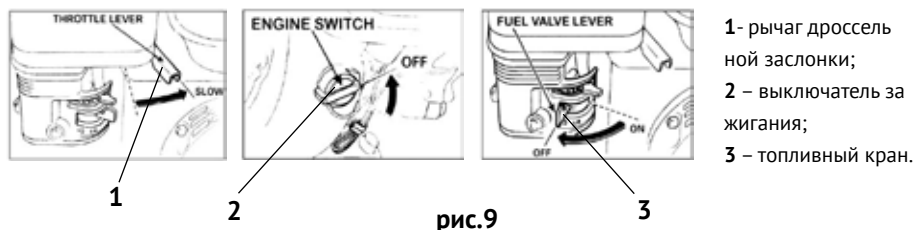

рис.9
4.3 Останов двигателя см. рис.9:
- передвиньте рычаг управления дроссельной заслонкой (рис.9 поз.1) в положение SLOW (медленно);
- переведите выключатель зажигания (рис.9 поз.2) в положение OFF – выключено;
- закройте топливный кран (рис.9 поз.3).